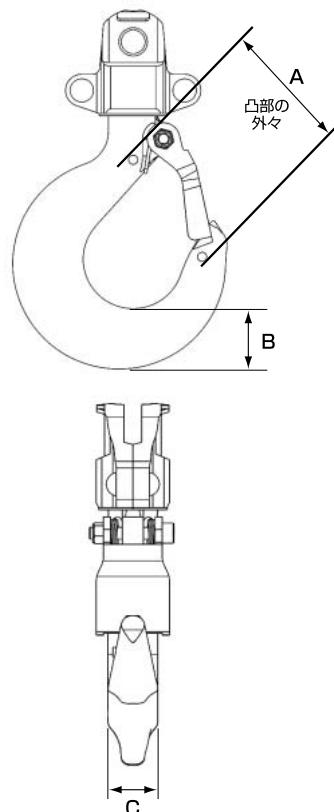

図13 フック寸法
- (1) 購入時に図13～16A・B・C寸法を測定し、その実測値を表5～8の空欄に記録してください。参考基準値を元に限界寸法を決めることもできますが、鍛造品のため多少の寸法誤差が出ることをご了承ください。
- (2) A・B・C寸法が表記の限界寸法に達している場合は新品と取り替えてください。
- (3) フックの口は、定格荷重をオーバーする荷重が掛けられたり、先端部に集中的に荷重がかかりますと開いていきます。
- (4) 口の開いたフックは、本来の強度・衝撃吸収性能を失っていきますので、限界値を超えたものは交換してください。
- (5) 口の開いたフックを加熱補修して使用することは大変危険ですので絶対にしないでください。キズが深さ1mm以上あるもの、曲がり・ねじれがあるものも新品と取り替えてください。